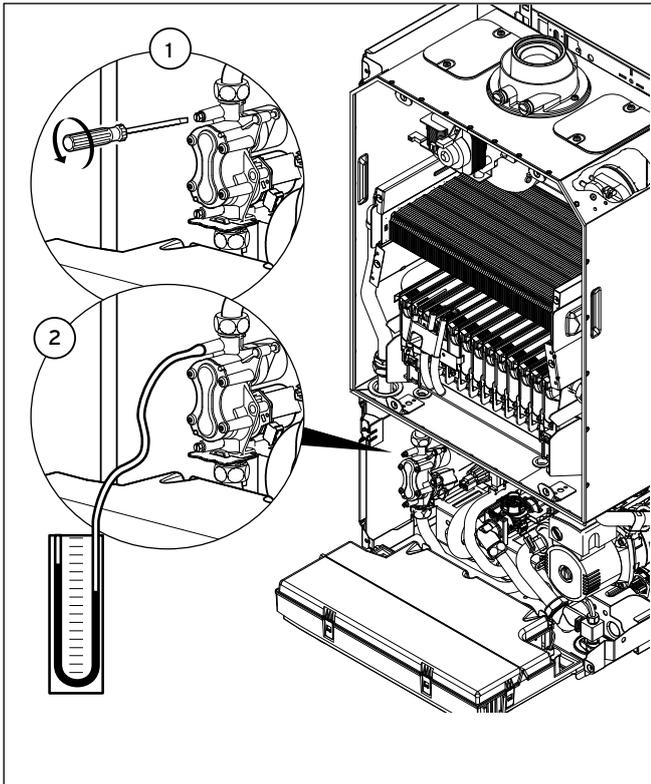

Fig. 6.4 Comprobar la carga nominal, funcionamiento con gas natural
- Aflojar el tornillo de obturación en la válvula de gas (1 en → fig. 6.4).
- Conectar un manómetro digital o de tubo en U (2 en → fig. 6.4).